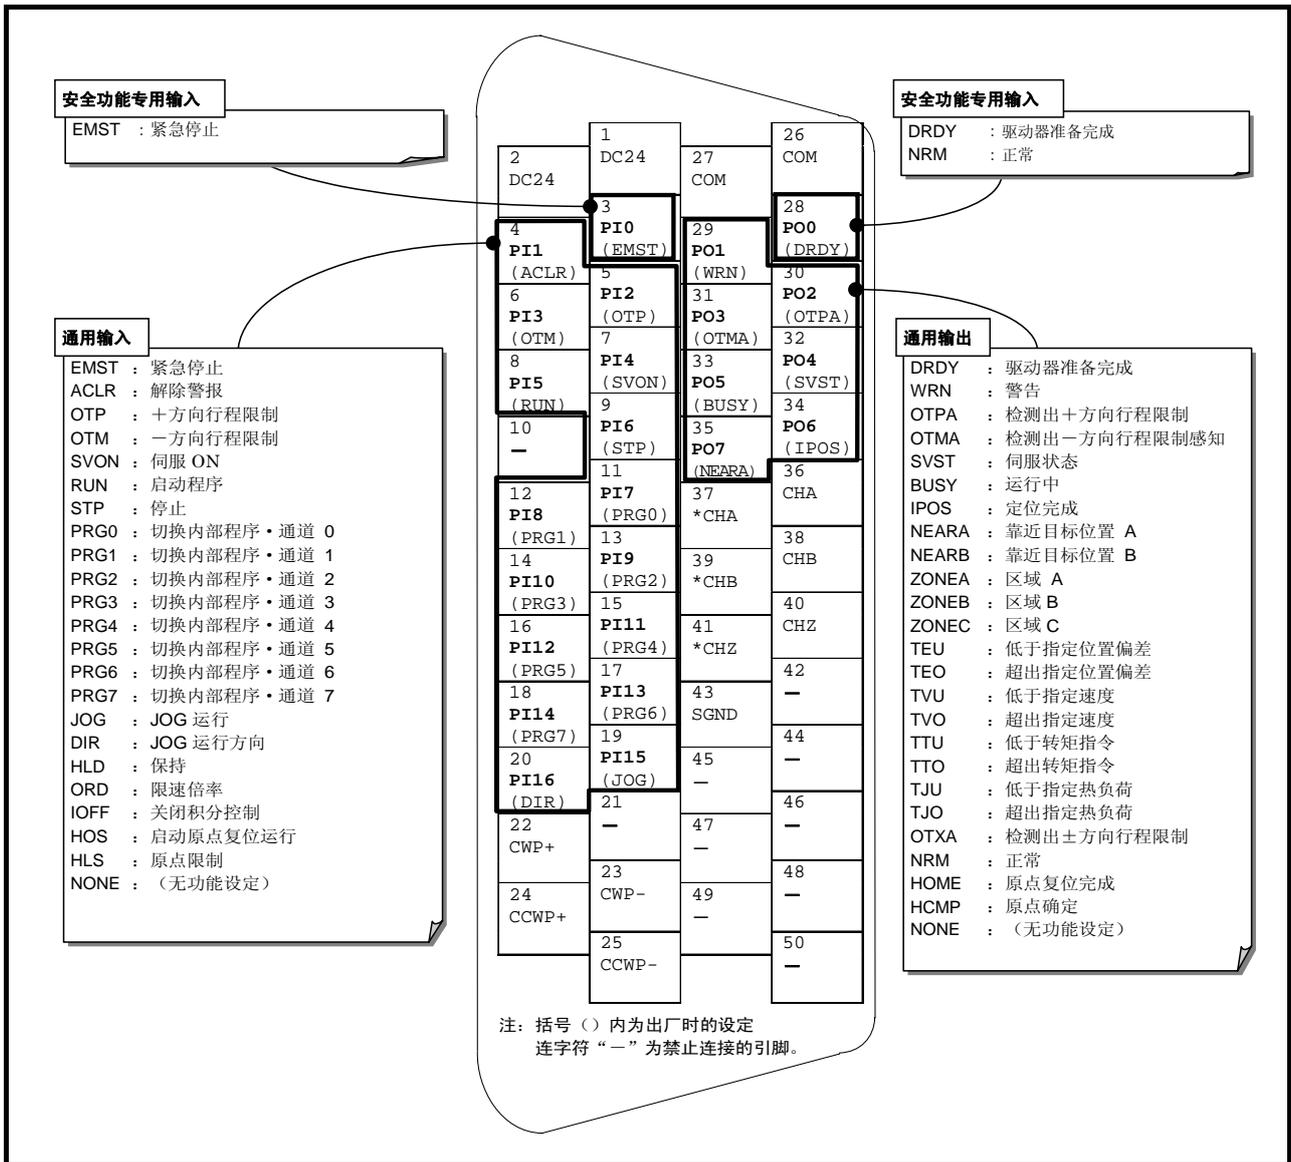

图 2-22: CN2 引脚阵列
- CN2 : 控制输入输出接口 的引脚阵列显示在「图 2-22: CN2 引脚阵列」 (出厂时的状态)。